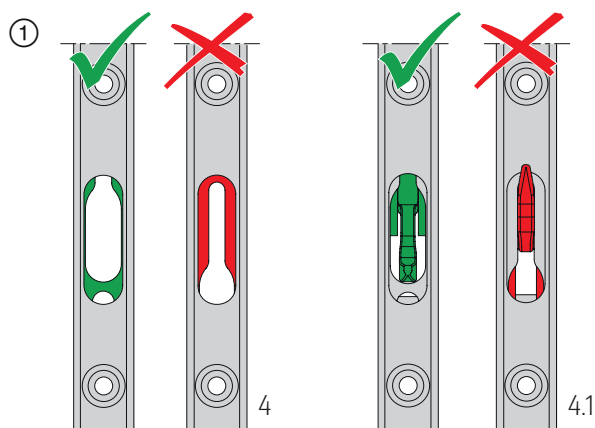
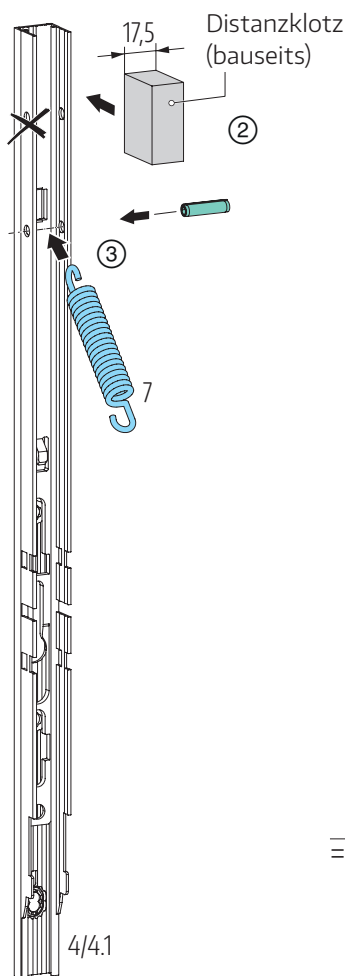

Abb. 28
Abb. 29
- ① Getriebe für Bolzen 4 oder Getriebe mit Haken 4.1 in Schiebstellung (angehobene Position) bringen; **Abb. 28.**
- ② Distanzklotz (bauseits) als Montagehilfe in Getriebestulp einsetzen.
- ③ Schraubenzugfeder 7 und Spannstift positionieren; **Abb. 29.**